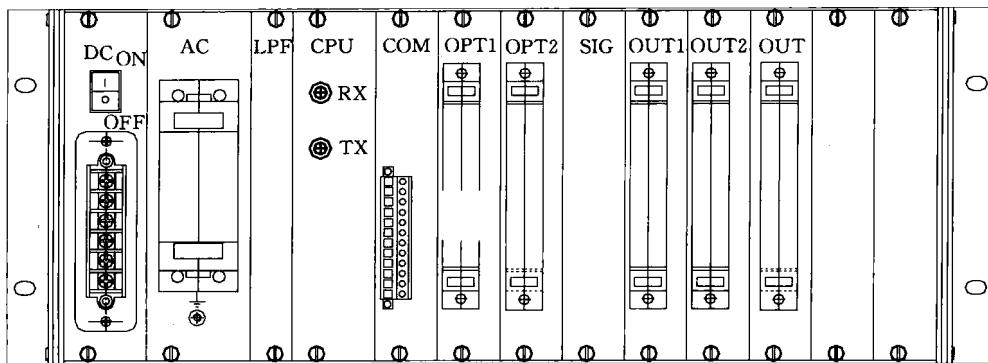

图 2 端子布置图（背视）(CPU 板上的光纤接口仅用于 F、FM 型)
图 2 是装置的背面面板布置图 (OPT2、OUT 为可选件)。组成装置的插件有：电源插件 (DC)，交流插件 (AC)，低通滤波器 (LPP)，CPU 插件 (CPU)，通信插件 (COM)，24V 光耦插件 (OPT1)，高压光耦插件 (OPT2)，信号插件 (SIG)，跳闸出口插件 (OUT1、OUT2)，显示面板 (LCD)。